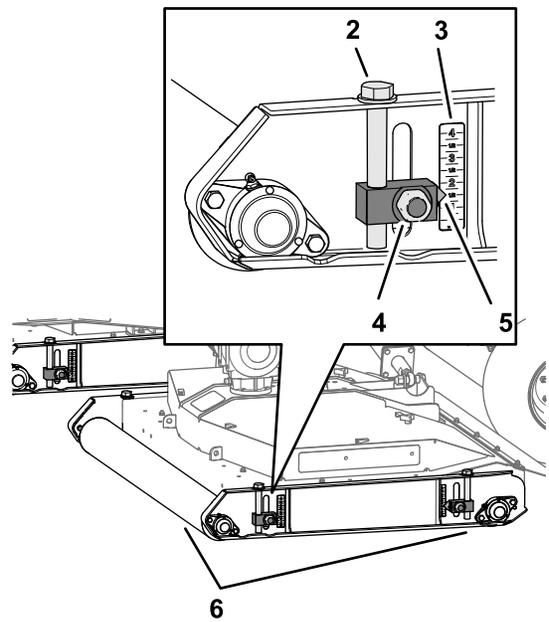

図 41
3. 刈高アジャスタ 図 41 4個を固定しているロックナット4個をゆるめる。